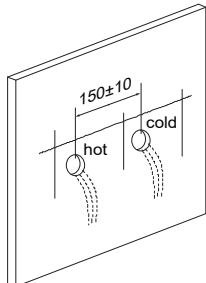

Figura 1
- b) Asegúrese de que los 2 conectores curvados ⑫ se instalan mortalmente rectos en la pared. La distancia central entre los 2 conectores curvos es de 150 ± 10 mm y la línea central permanece horizontal (Figura 1).